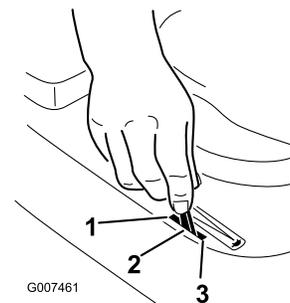

Bild 10
5. Stellen Sie den Gasbedienungshebel auf Choke (Bild 10).
7. Schieben Sie den Gasbedienungshebel, sobald der Motor angesprungen ist, langsam auf Schnell (Bild 10). Sollte der Motor stoppen oder stottern, schieben Sie den Gasbedienungshebel wieder für ein paar Sekunden auf die Choke-Stellung, schieben Sie den Gasbedienungshebel dann auf Schnell. Wiederholen Sie diesen Vorgang nach Bedarf.
1. Stellen Sie den Gasbedienungshebel auf „Langsam“ (Bild 10).